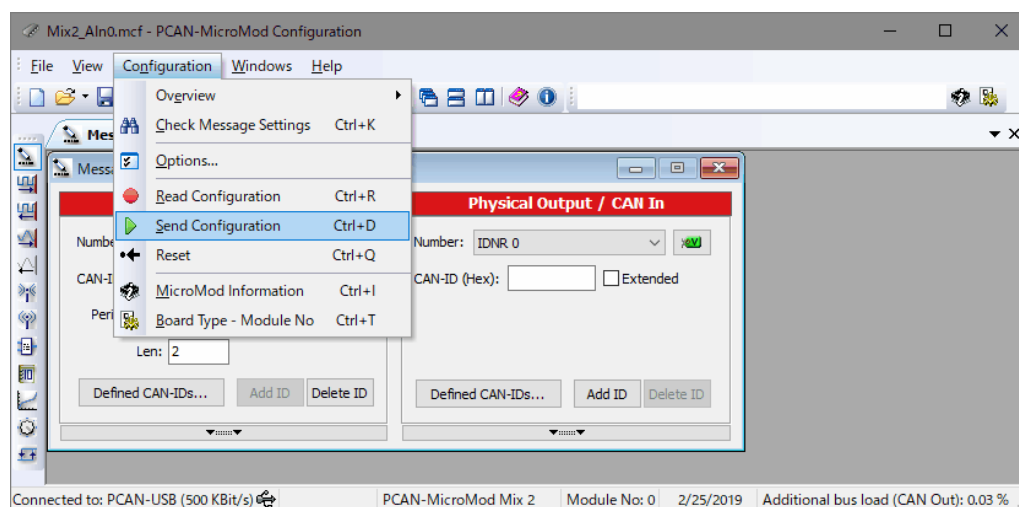

図 4-4
画面の左下に下記のメッセージが表示されます（図 4-4 参照）。
**Configuration** メニューから、**Send Configuration** を選択します (図 4-4 参照)。